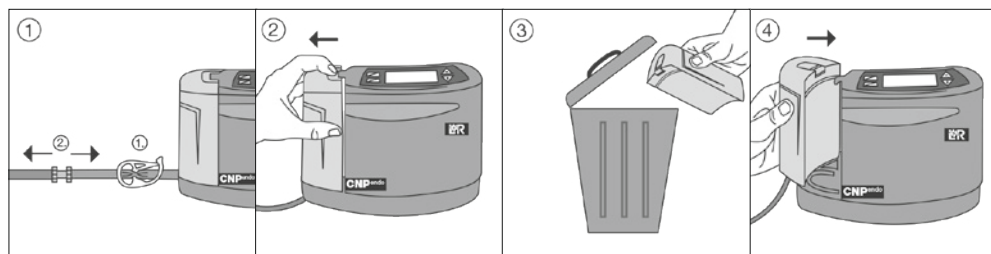

Fig. 4 Sostituzione del contenitore
2. Chiudere il tubo del contenitore dell'essudato mediante pinza serratubi (Fig. 4[1-1]).
4. Staccare il tubo del contenitore dell'essudato dal tubo di drenaggio (Fig. 4[1-2]).
5. Premere sul blocco superiore del contenitore monouso dell'essudato, mantenerlo premuto ed estrarre orizzontalmente dall'unità terapeutica il contenitore monouso dell'essudato (Fig. 4[2]).
- Smaltire adeguatamente il contenitore monouso dell'essudato e il tubo del contenitore dell'essudato integrato (Fig. 4[3], vedere capitolo 7.3).
- Fissare un nuovo contenitore monouso dell'essudato all'unità terapeutica. Prestare attenzione che il contenitore monouso dell'essudato sia ben fissato all'unità terapeutica (Fig. 4[4]).